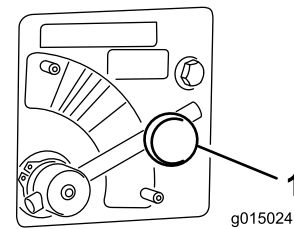

Figura 44
1. Afloje el pomo que sujeta la palanca de la válvula del rotor (Figura 44).
2. Gire la palanca de la válvula del rotor (Figura 44) a la posición del color deseado (en este caso, amarillo).
1. Mueva la palanca de la válvula del rotor a la sección **Azul** (MAX SPEED - velocidad máxima) (Figura 44). La palanca debe estar horizontal, girada totalmente hacia la derecha.